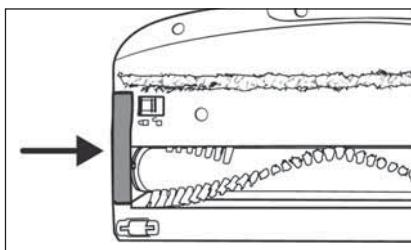

Fig. 27
- 5) Inserte el rodillo de cepillos ⑩ en el cepillo para suelos ⑪. Para insertarlo con más facilidad, gire ligeramente el rodillo de cepillos ⑩ al mismo tiempo.
- 6) Vuelva a montar el soporte del rodillo de cepillos **19** en el cepillo para suelos **21**. Presiónelo hacia abajo hasta que encastre con un chasquido en el cepillo para suelos **21** (consulte la fig. 27).